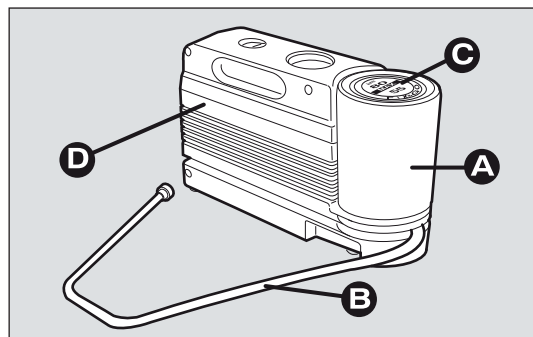

fig. 132
El kit fig. 132 incluye:
- ☐ un compresor D-fig. 132 con manómetro y racores que se encuentran en el compartimento;